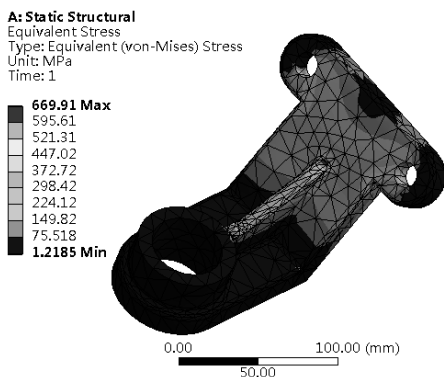
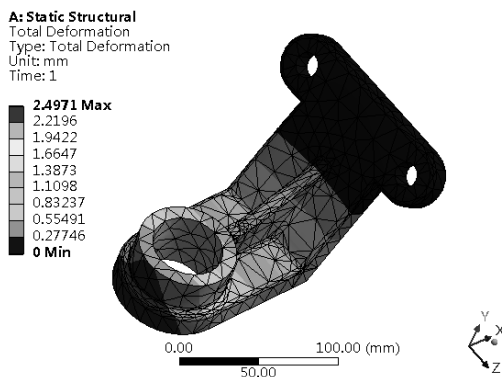

图 18-11 应力云图
图 18-12 变形云图
Step7：计算完成后的应力云图及变形云图如图 18-11 和图 18-12 所示。